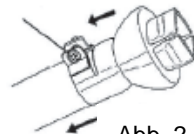

Abb. 2
- Lösen Sie die Befestigungsschraube für die Düse, bringen Sie die Düse an der Heißluftpistole an und befestigen Sie die Düse anschließend mithilfe der Schraube (Abbildung 2).